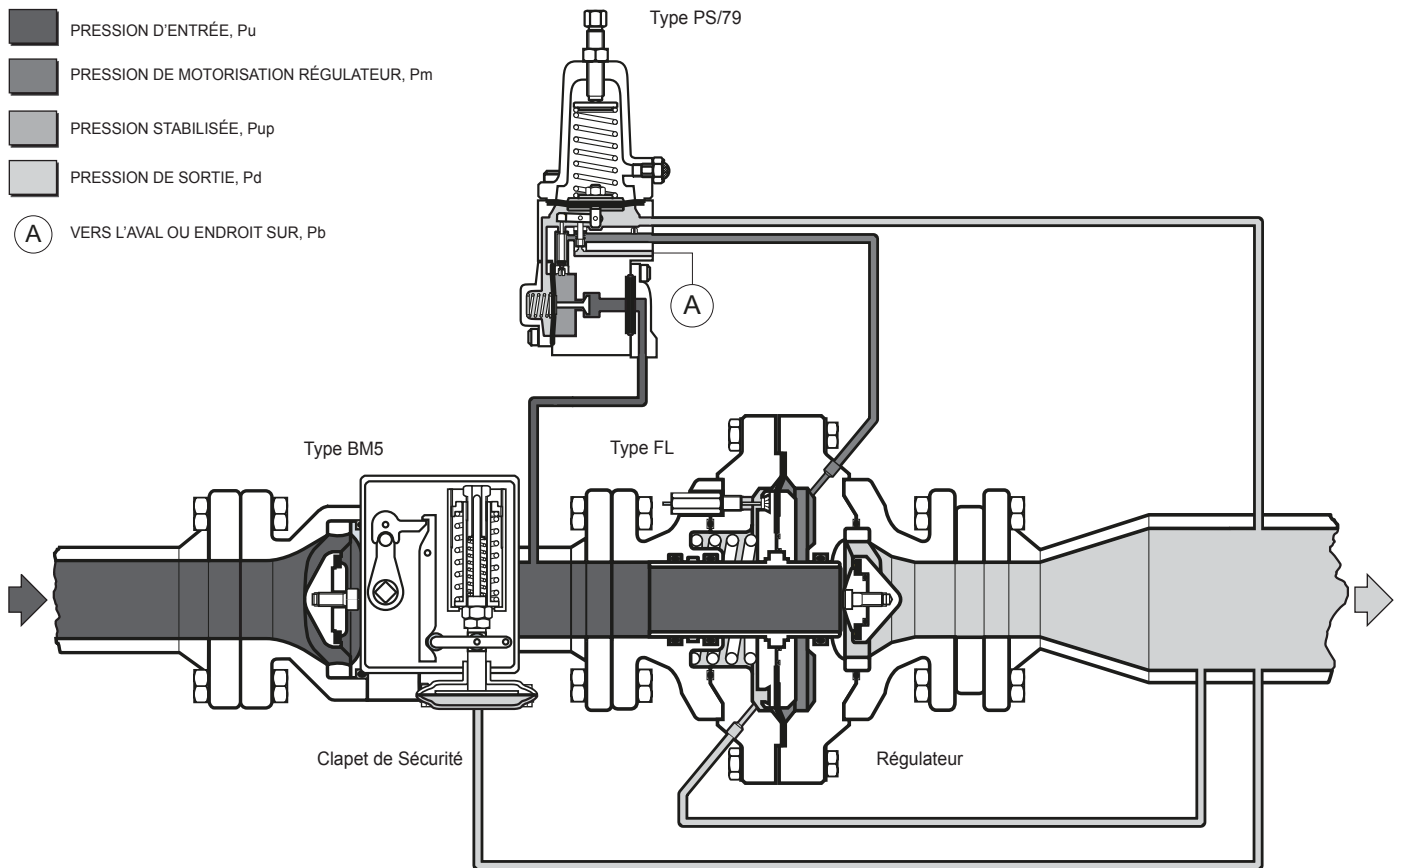

Figure 6. Principe d'Opération avec Clapet de Sécurité Série BM5 et Régulateur Série FL
- Etablir les connexions comme indiqué en Figure 6. Effectuer le raccordement du tube de contrôle à partir de la conduite sur un tronçon rectiligne, si possible à distance de tout rétrécissement, coude ou dérivation, pour éviter que les turbulences ne faussent les valeurs de déclenchement du relais déclencheur.